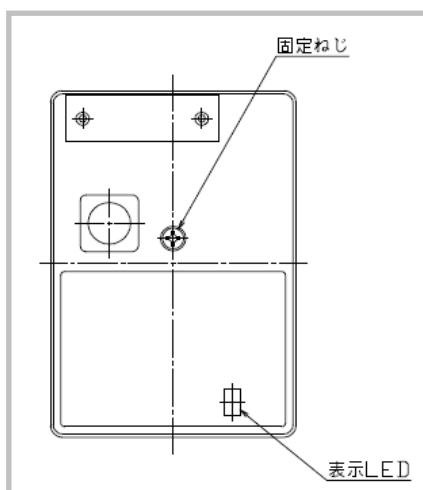

図 1
- (1) 図1に示す本体固定ねじを緩めます。
- (2) サブベースとカバーをそれぞれ掴み、引き離します。